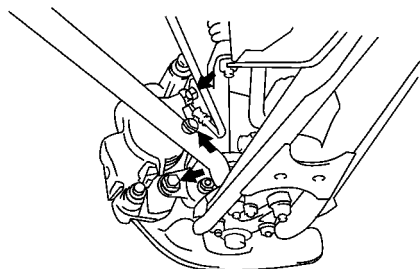

图 14-50 拆下前制动分泵 (盘式制动器)
(1) 顶起汽车, 拆下车轮。
(2) 拆下前制动分泵 (盘式制动器)。从制动分泵脱开制动器软管, 拆下两个螺栓和前制动分泵, 如图 14-50 所示。